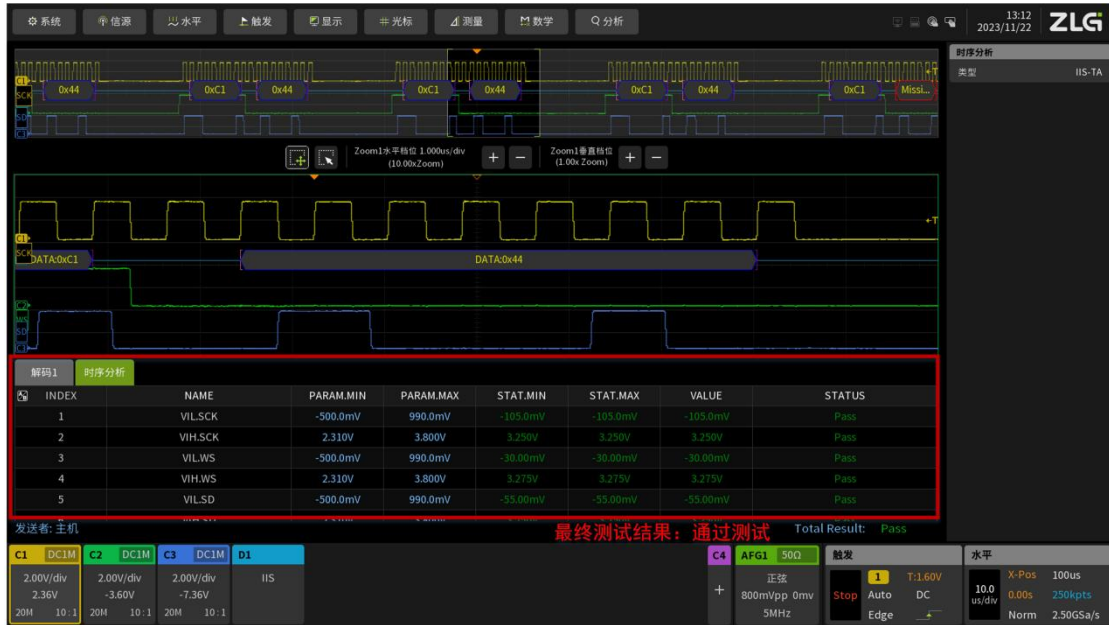

图 2.20 I2S 时序分析测试结果
- 点击面板的【ZOOM】按键，可进入 ZOOM 模式，可将数据的细节进行放大分析，如图 2.20 所示。绿色框窗口为可调窗口，缩放窗口的大小可通过水平时基旋钮进行调节。可针对信号的某一个细节进行放大查看分析。